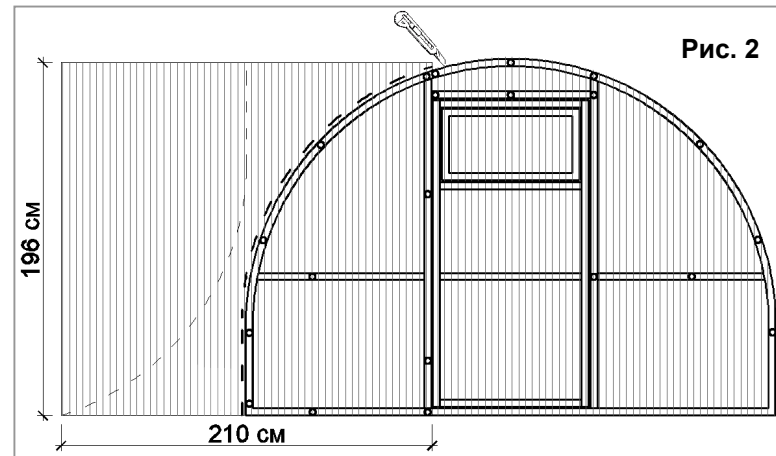

Рис. 2
5.1.3. С втората част от поликарбоната (размер 196x210 см) покрийте оставащата част от челния панел. Закрепете със самонарезни винтове и изрежете равно по дъгата. Оставащия поликарбонат използвайте за покриване на втория челен панел както е показано на рис.2